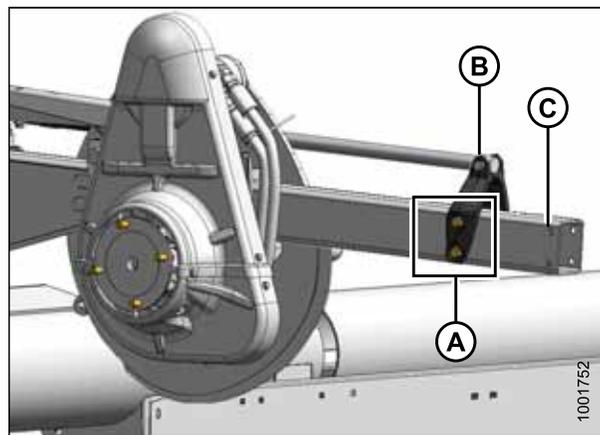

Рисунок 3.39: Заднее положение
- Заднее положение, см. рис. 3.39, страница 73
5. Установите четыре болта (A) для закрепления кронштейна (B) на рычаге подбирающего мотовила в новом положении.